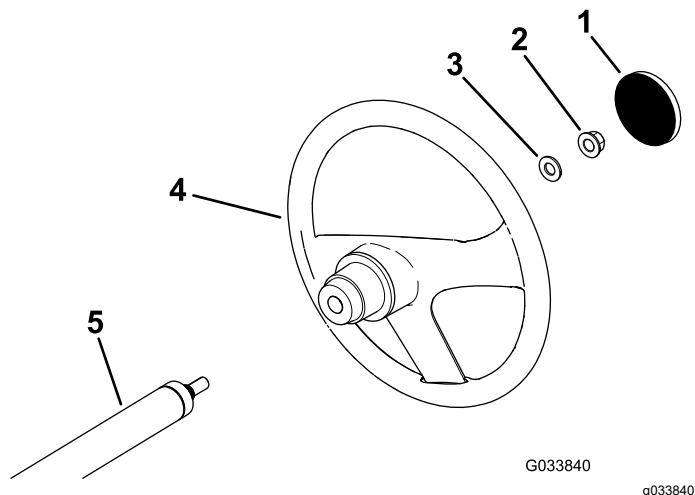

Рисунок 3
1. Если установлена крышка, снимите ее со ступицы рулевого колеса (**Рисунок 3**).
2. Выверните контргайку (½ дюйма) с рулевого вала (**Рисунок 3**).
3. Установите рулевое колесо и шайбу (½ дюйма) на рулевой вал (**Рисунок 3**).
5. Установите крышку на рулевое колесо (**Рисунок 3**).